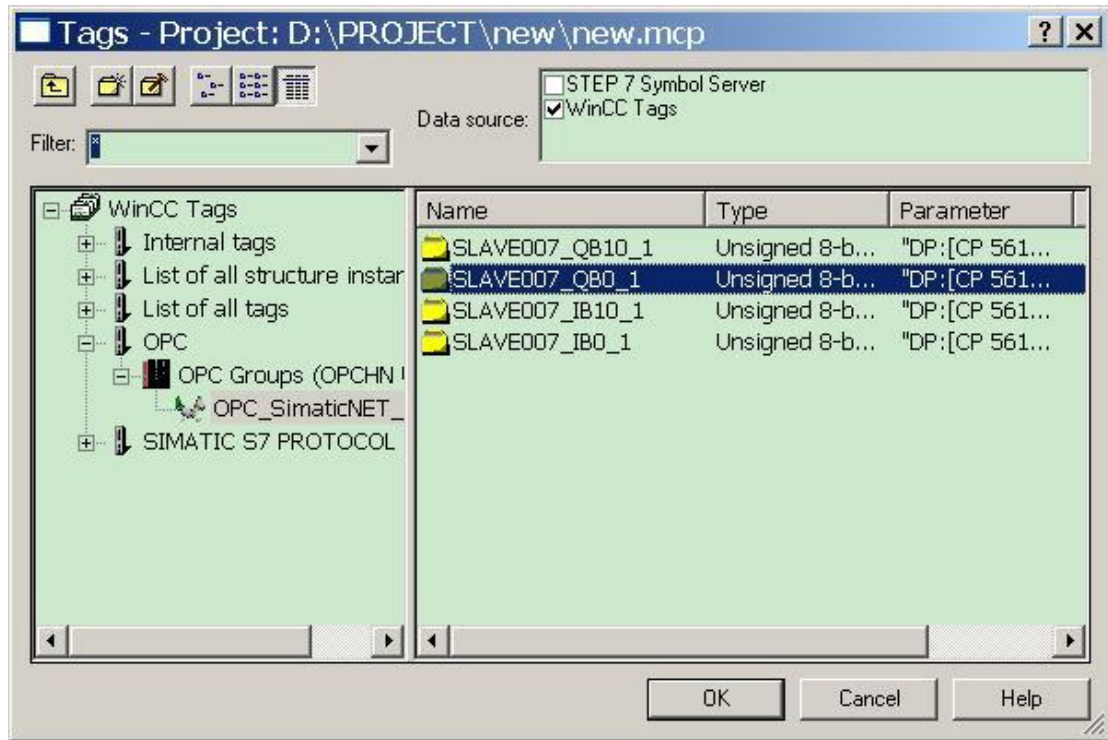

图 49 将 I/O 域指向添加的变量
13. 在添加变量对话框中，找到 OPC 变量组中对应的变量，连续点击“OK”即添加完毕，如图 49 所示。